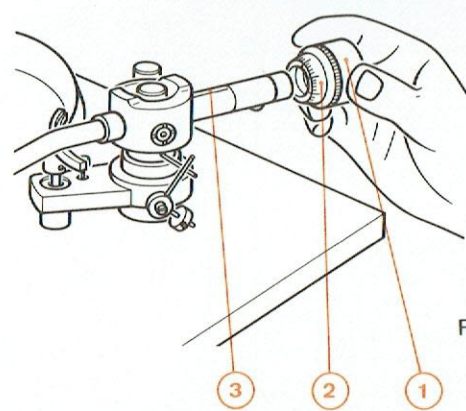
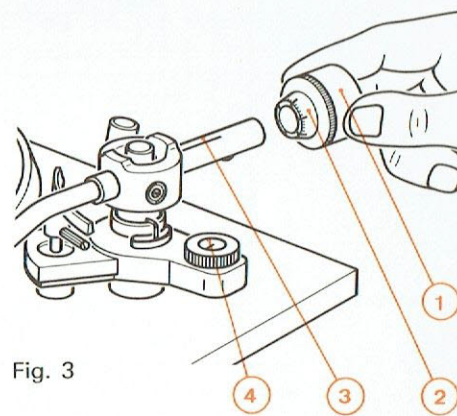

Fig. 2
Fig. 3
- Tourner la vis (5) dans le sens des aiguilles d'une montre pour retarder l'enclenchement du mécanisme de fin de lecture et inversement pour l'avancer
C. RÉGLAGE DE LA FORCE D'APPUI DE LA POINTE DE LECTURE (Fig. 3) (Fig. 2)
- 1° - Effectuer l'équilibrage du bras de lecture à l'aide du contrepoids (1).
- 2° - L'équilibrage obtenu, placer le « 0 » de la bague graduée (2) en face du repère (3).
- 3° - Afficher ensuite la force d'appui nécessaire à la pointe de lecture utilisée en tournant le contrepoids (1).
D. RÉGLAGE DE L'ANTI-SKATING (Fig. 3)
D. RÉGLAGE DE L'ANTI-SKATING (Fig. 2)